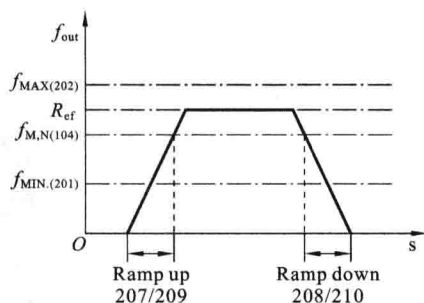

图 1-6 加、减速时间设定曲线图
③ 如果已在参数 016 中启用,并且在参数 013 中选择了 [1] 或 [3],则可以使用[FWD/REV](正向/反向)键。
④ 通过参数 003 可用“向上箭头”和“向下箭头”键来控制本地参照值。
⑤ 可与端子 16、17、19、27、29、32 或 33 相连接的外部控制命令。但是,必须在参数 013 中选择 [2] 或 [4]。
(3) 参数 102 输入所驱动的电动机铭牌上的功率值。
(4) 参数 103 输入所驱动的电动机铭牌上的电压值。
(5) 参数 104 输入所驱动的电动机铭牌上的频率值。
(6) 参数 105 输入所驱动的电动机铭牌上的电流值。
(7) 参数 106 输入所驱动的电动机铭牌上的额定速度值。
(8) 参数 204 最小参照值,最小参照值给出所有参照值之和的最小值,仅当在参数 203 中设置了最小/最大 [0] 时,最小参照值才有效,但是,最小参照值在过程控制,闭环(参数 100)中始终有效。具体最小参照是什么由参数 100 来决定,当参数 100 选择为速度控制,开环时,最小参照值为 Hz;当参数 100 选择为速度控制,闭环时,最小参照值为 r/min;当参数 100 选择为转矩控制,开环,最小参照值为 $N \cdot m$;当参数 100 选择为转矩控制,速度反馈时,最小参照值为 $N \cdot m$;当参数 100 选择为过程控制,闭环时,最小参照值为过程单位,由参数 416 决定。
(9) 参数 205 最大参照值,最大参照值给出所有参照值之和的最大值,如果在参数 100 中选择了闭环,则所设置的最大参照值不能超过最大反馈值(参数 415)。具体最小参照同参数 204。
(10) 参数 207 加速时间,加速时间就是从 0 Hz 加速到电动机额定频率 $f_{M,N}$ (参数 104)或电动机额定速度 $n_{M,N}$ (如果在参数 100 中已选择速度控制,闭环)的加速时间。图 1-6 所示为加、减速时间设定曲线图,预先假定输出电流未达到转矩极限(在参数 221 中设置)。
(11) 参数 208 减速时间,减速时间是指从电动机额定频率 $f_{M,N}$ (参数 104)减速到零或从电动机额定速度 $n_{M,N}$ 减速到零的减速时间,在此假设逆变器不会因为电动机的再生操作或由于产生的电流达到转矩极限(在参数 222 中设置)而过压,如图 1-6 所示,图中参数 209 和 210 分别是加速时间和减速时间的另两种选择。
(12) 参数 003 本地参照值,该参数可实现所需参照值(所选配置的转速或参照值,取决于参数 013 中的选择)的手动设置,该单位遵循参数 100 中所选配置,前提是已选定过程控制,闭环[3]或转矩控制,闭环[4]。当参数 013 设置为[1]或[2]时,转